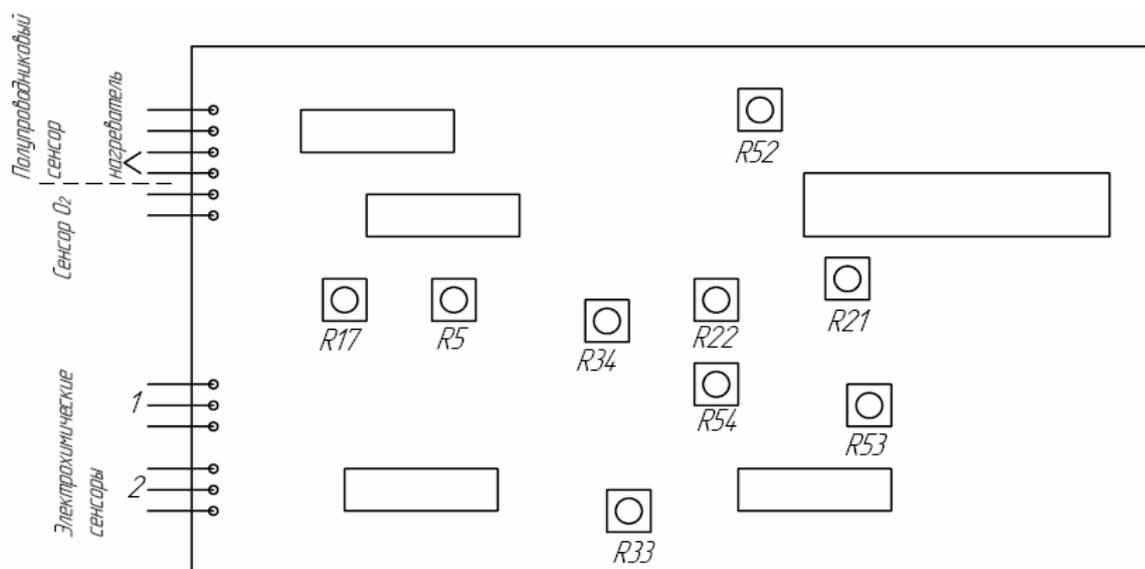

Рис. 4
7.2. Ниже описана процедура настройки канала метана ГС с выключателем с универсальной платой по **рис.4**. Настройку проводить с учетом указаний **п. 6.2**.